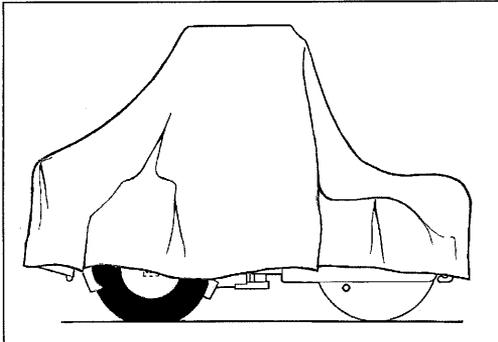

Fig. 55 Rouleau protégé contre les intempéries
- \* Replier le protège-instruments sur la colonne de direction. Couvrir le rouleau entier avec une bâche. La bâche ne doit pas atteindre le sol (voir fig. 55). Si possible, remiser le rouleau à l'intérieur, et de préférence dans un local à température stable.